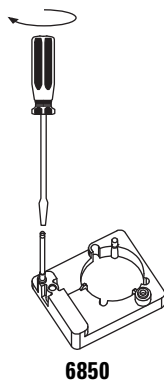

図 17 取り付けポストの装着 (6850 GC)
- **6850 シリーズ GC**。注入口取り付けブラケットを装着します。注入口ネジを緩め、ポストを取り付けてネジを締めます。ポストを最後まで回しきる必要があります (図 17 を参照)。